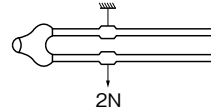
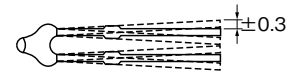

図1
図2
- リード線を図1に示す方向に2N以上の力が加わらないようにしてください。目安として図2の荷重時の変移±0.3mm以内としてください。